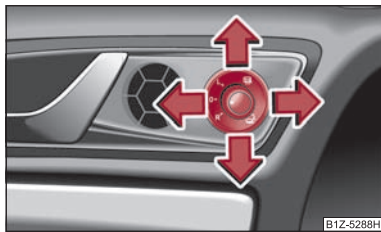

Fig. 54 Interiorul portierei: Buton rotativ
- Aduceți butonul rotativ în poziția ⇒ fig. 54.
La autovehiculele cu memorie pentru scaunul șoferului, suprafața oglinzii basculează puțin în jos la selectarea treptei marșarier, când butonul rotativ se află în poziția **R** ⇒ fig. 54. Astfel în timpul parcurii este asigurată vizibilitatea spre bordură.
- Dacă oglinzile au fost pliate de la butonul rotativ ⇒ pagina 61, fig. 54, acestea pot fi aduse la poziția inițială numai de la butonul rotativ.